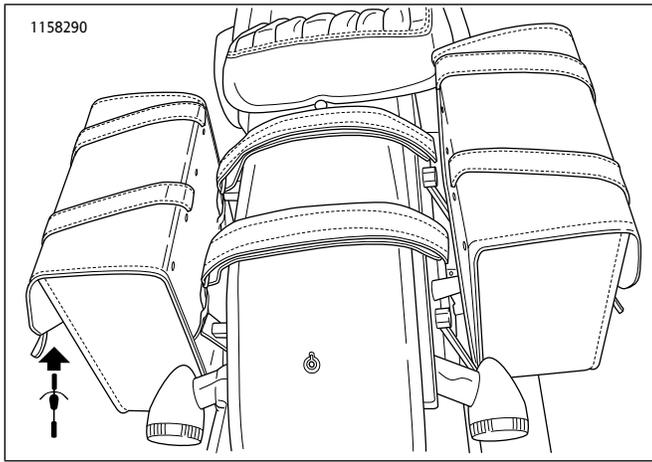

图3。支撑叉布置
10. 参见图3。将已经连接至右侧边箱的支撑叉跨过挡板放在防磨损胶带上，然后连接至左侧边箱。